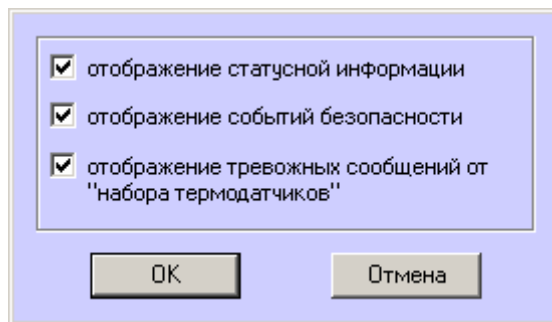

Рис. 6.4—2 Список событий для отображения
4. Нажать на кнопку **ОК** (см. Рис. 6.4—2).